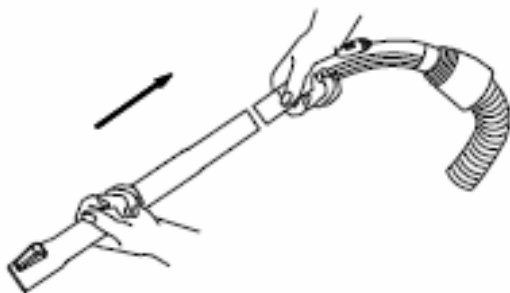

Рис. 2
- Вставьте наконечник ручки шланга в неподвижную часть телескопической трубки.(Рис. 2)